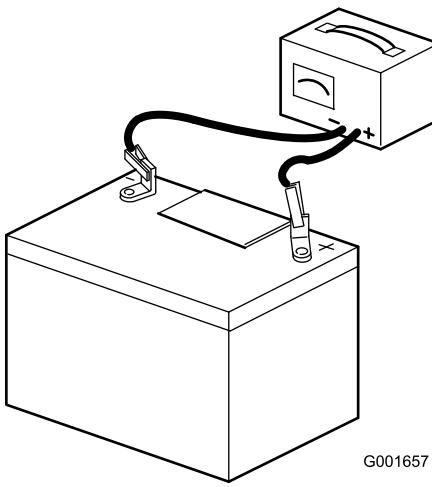

Figure 41
3. Quand la batterie est chargée au maximum, débranchez le chargeur de la prise, puis débranchez les fils du chargeur des bornes de la batterie (Figure 41).